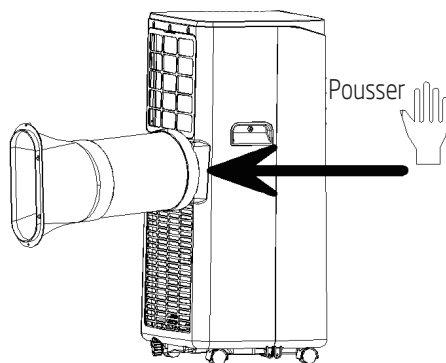

Fig. 1
1. Installez le tuyau d'évacuation (comme illustré dans la Fig. 1)
- 2) Insérez l'ensemble du tuyau d'évacuation (l'extrémité du joint d'évacuation) dans la fente de l'évent sur la paroi arrière (poussez vers la gauche) et terminez le montage (comme illustré dans la Fig. 1).